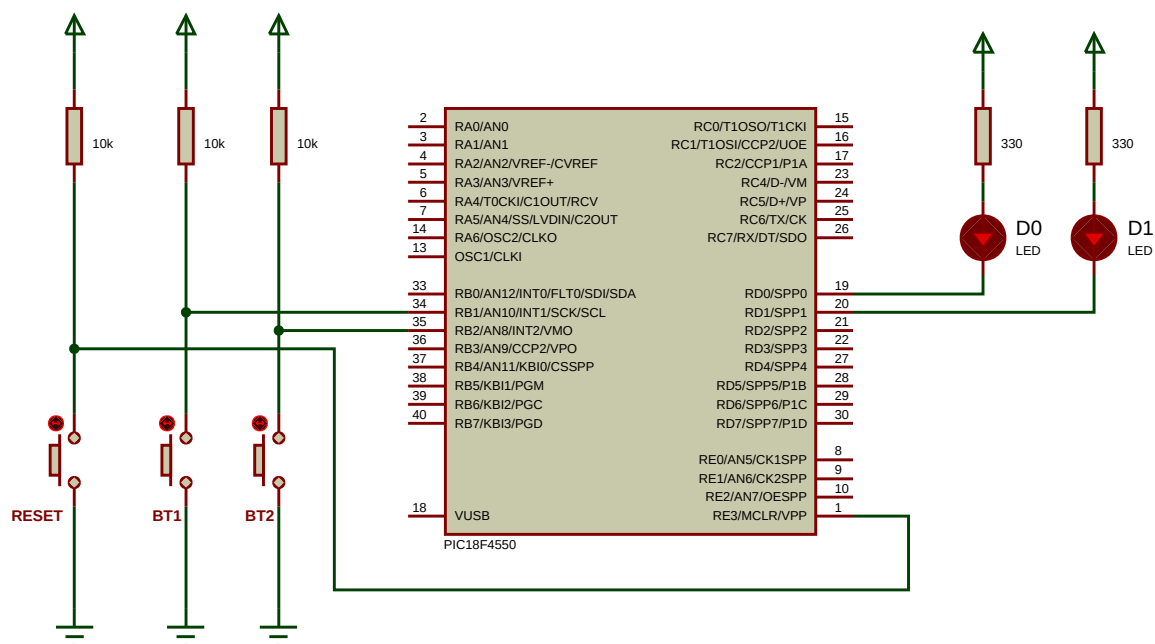

Figura 2: Circuito com PIC18F4550 para acionamento de LEDs usando botões.
- (a) No MPLAB X, crie um projeto com o código do Exemplo 1 feito em aula, compile o projeto e simule no Proteus com o circuito da Figura 2. Em seguida, programe o PIC18F4550 do kit da Exsto com o *firmware* gerado e verifique o funcionamento.